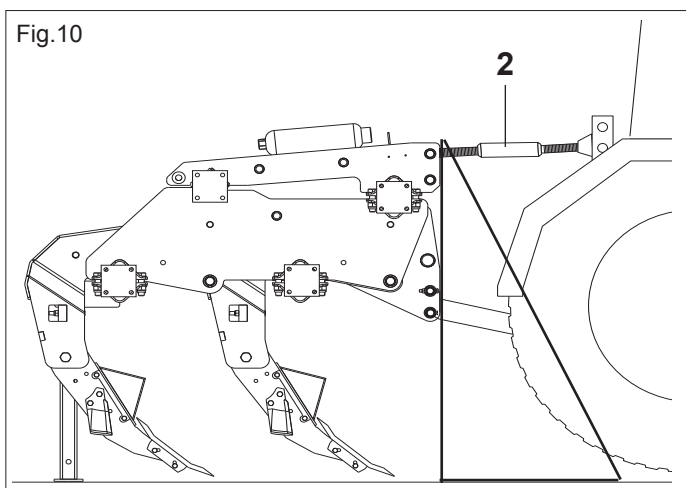

Fig.10
- 2) Collegare il terzo punto superiore (2 Fig.10); la spina va bloccata con l'apposita copiglia; mediante il tirante di regolazione (2 Fig.10) fare in modo che l'attrezzatura sia perpendicolare al terreno.